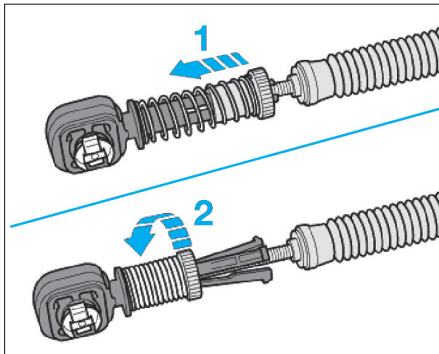

Fig. 10
- Repousser le mécanisme de sûreté des câbles vers l'avant jusqu'en butée (1) (Fig.10).
- Tourner le mécanisme de sûreté des câbles vers la droite (2) jusqu'à ce qu'il se verrouille.